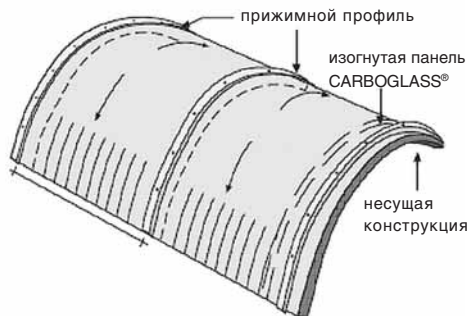

Рисунок 4. Арочное крепление.
1). Панели КАРБОГЛАСС® можно согнуть в арку до минимально допустимого радиуса (см. параграф IV) без механических повреждений поверхности. Более того, внутреннее давление, которое возникает при сжатии, придает конструкции дополнительную прочность и жесткость (рисунок 4).